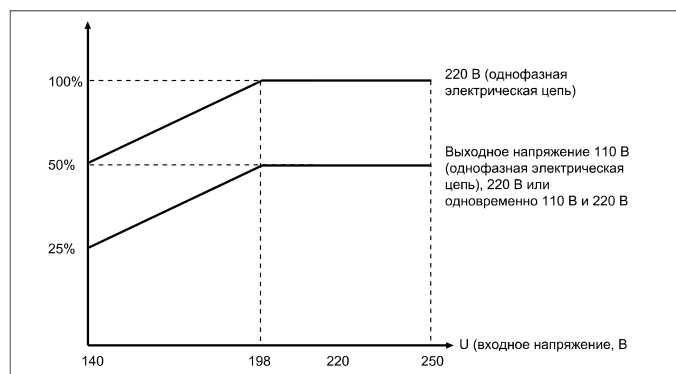

Рисунок 1
1. Перед началом работы убедитесь в том, что напряжение электрической сети находится в пределах диапазона входного напряжения, допустимого для данного устройства. Присоедините провод заземления к разъему заземления (6).
2. Включите регулятор напряжения с помощью выключателя питания/размыкателя цепи (1). На вольтметре выходного напряжения (5) регулятора напряжения должен отображаться отсчет 220 В. Только после того, как вы убедитесь в том, что напряжение является нормальным, вы можете включить оборудование, подключенное к регулятору напряжения.
3. Если регулятор напряжения одновременно выдает напряжение 220 В (4) и 110 В (3), то суммарный ток нагрузки не должен превышать номинальное значение.
4. Если напряжение сети ниже 198 В (см. рисунок 1): используйте это напряжение со снижением мощности в соответствии с кривой выходной мощности.
6. Если регулятор напряжения должен быть выключен, то сначала необходимо выключить присоединенное к нему оборудование с помощью выключателя питания оборудования, а затем выключить регулятор напряжения с помощью выключателя питания/размыкателя цепи (1). Не используйте выключатель питания регулятора в качестве выключателя оборудования.
8. Если переключатель Переключатель времени задержки (2) находится в "выпуклом" положении, устройство находится в режиме длительной задержки. При подаче питания загорается индикатор "Нормальная работа" (индикатор нормального режима работы), индикатор "отложить" (индикатор задержки) гаснет через  $5 \pm 2$  мин, далее на выходе устройства появляется напряжение. Если устройство находится в состоянии защиты от повышенного или пониженного напряжения, тогда также потребуются  $5 \pm 2$  мин, пока не погаснет индикатор "отложить" (индикатор задержки) в режиме длительной задержки. Затем на выходе устройства снова появится напряжение. (смотрите рисунок справа)